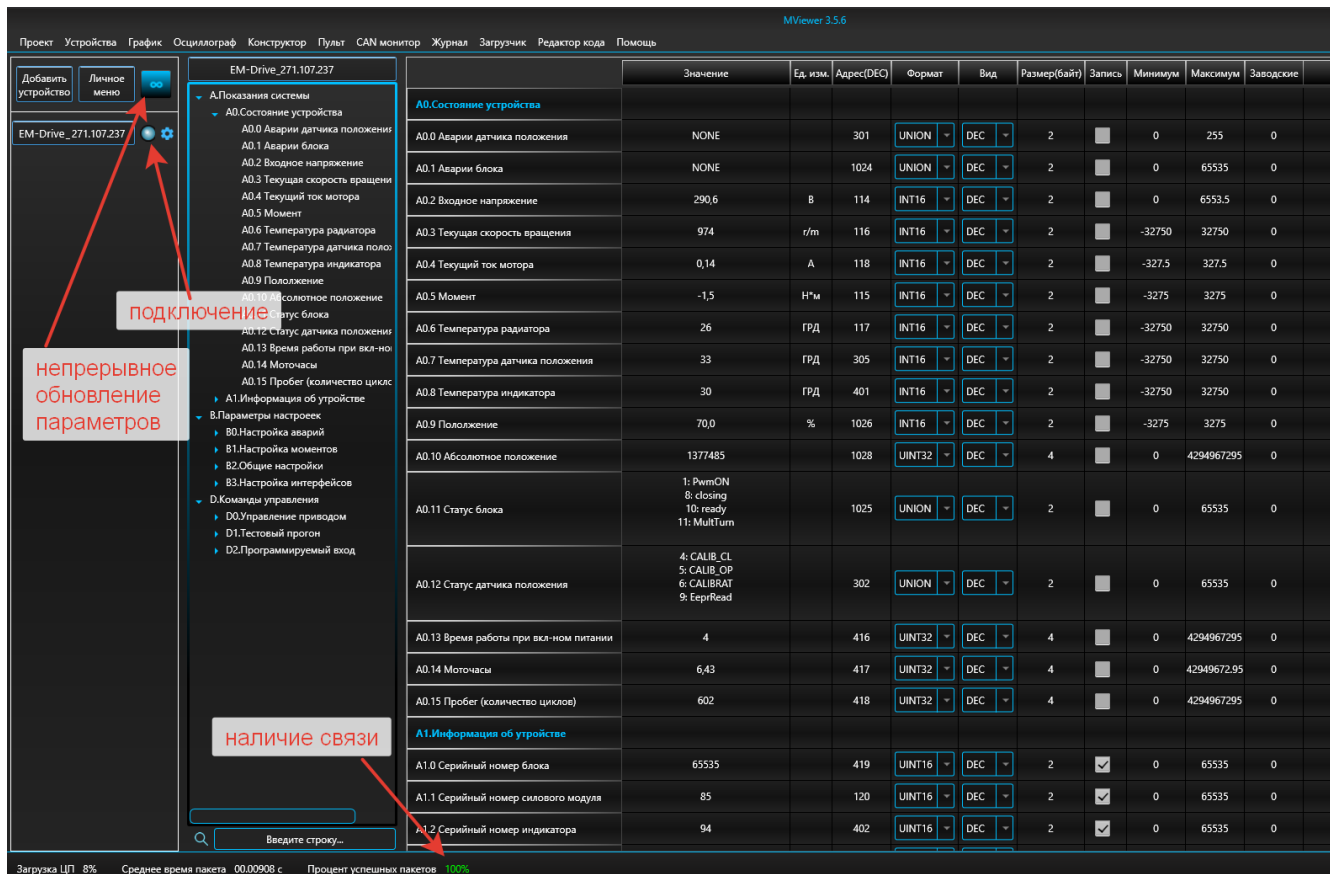

Рисунок 13 – Установка соединения
7) Убедитесь в наличии связи. Внизу экрана отображается значение качества связи в процентах (рисунок 13).